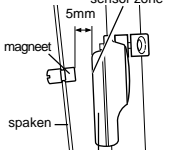

Fig.18 5mm sensor
4. Controleer of de ruimte tussen sensor en magneet 5mm is (fig. 18). Stel de magneet op gelijke hoogte met de sensorzone (fig. 16). De sensor moet nu gericht zijn op de computer, wat wordt aangegeven door de driehoek op de sensor. Draai nu de schroef aan om de sensor in de juiste positie vast te zetten. Snijd de klemband af met een mes of iets dergelijks.